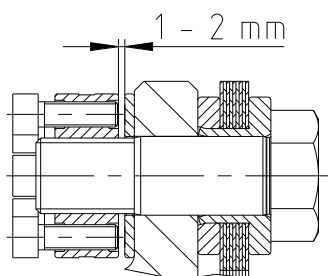

Fig. 29
- Les vis de pression ne doivent pas dépasser dans l'écrou de serrage (voir fig. 29).
- Ensuite desserrer l'écrou de serrage en laissant 1 à 2 mm d'espace (voir fig. 29).